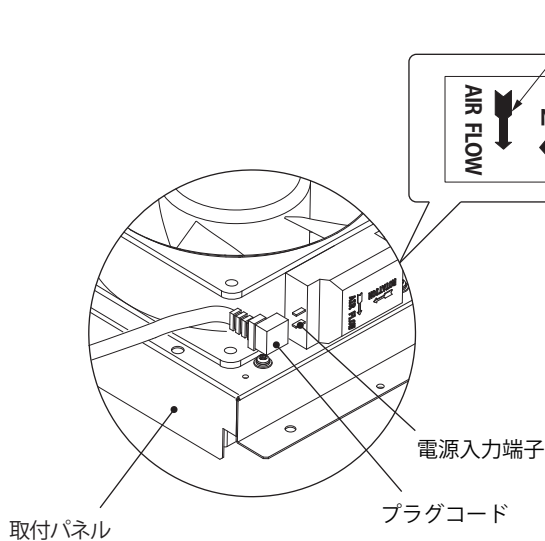

図 2
- ・ファンに刻印された風向の矢印が取付パネル側に向くように取付けてください。(図 2)
- ・プラグコードはファンの電源入力端子に確実に根元まで挿入してください。(図 2,3)
- ・プラグコードがファン取付ねじ M5×60 の内側となるように配線してください。(図 2～4)